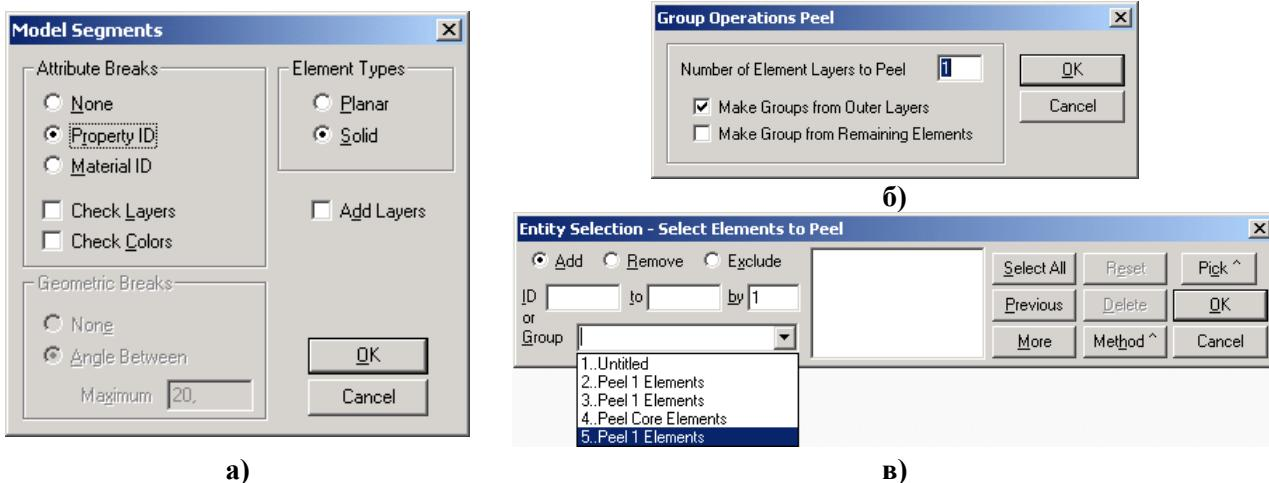

Рис.1.11. Діалогові панелі: а) - автоматичного генерування групи зі СЕ; б), в) - зняття верхніх шарів тривимірних СЕ
- „Generate...”: автоматично генерувати групи зі скінченних елементів (двохимірних або тривимірних) різних властивостей. Обирається СЕ, з'являється діалогова панель (див рис.1.11-а), де у трьох секцій встановлюються признаки сортування:
• „Peel...”: Надає можливість переглянути глибинні тривимірні СЕ після зняття верхніх шарів СЕ. Обирається СЕ, з'являється діалогова панель „Group Operations Peel” (див. рис.1.11-б). На ній вказується кількість шарів СЕ, що буде зніматися (**Numbers of Element Layers to Peel**) та опції для створення груп: усіх обраних СЕ (**Outer**) та тих, що залишилися (**Remaining**). При знятті наступного шару СЕ потрібно обрати зі списку „**Group**” останню групу (див. рис.1.11-в). Обiranня групи для відображення описано на початку цього Розділу.